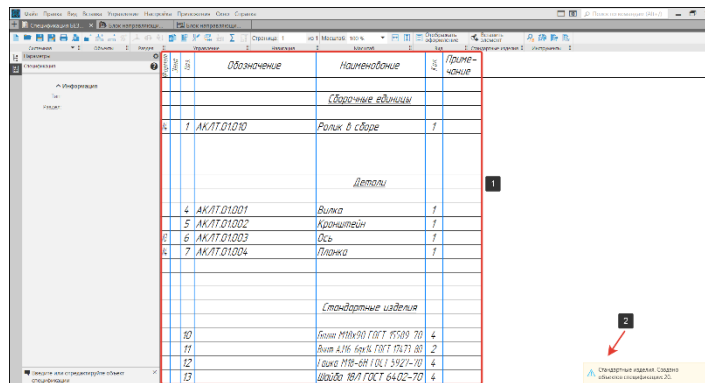

Рисунок 366 – Окно спецификации
- После загрузки объектов сборочной модели (2) откроется окно спецификации (1) (Рисунок 366). Внешний вид и особенности заполнения спецификации зависят от ее стиля. В КОМПАС-3D включены стили, разработанные в соответствии с ГОСТ 2.106–96. Часть параметров, определяемых стилем, можно изменить непосредственно в самой спецификации.